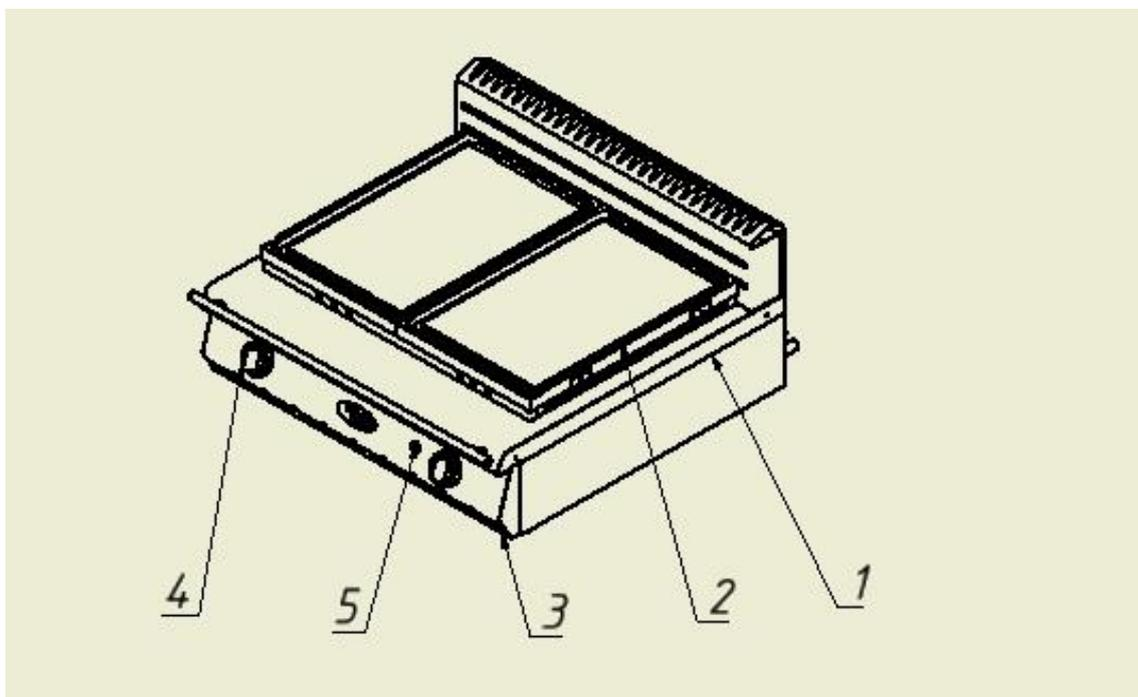
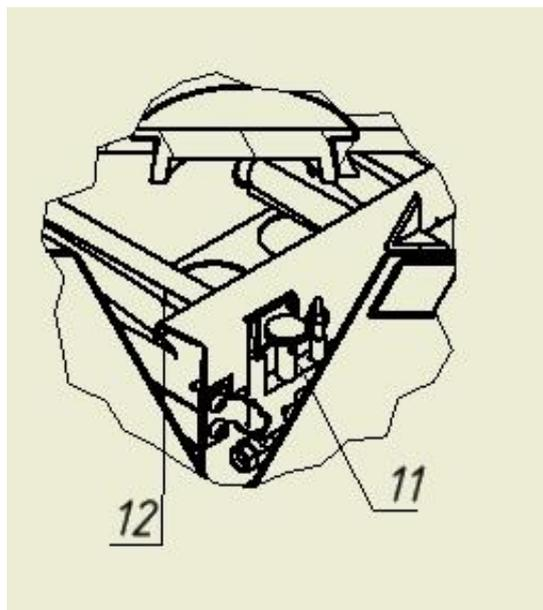
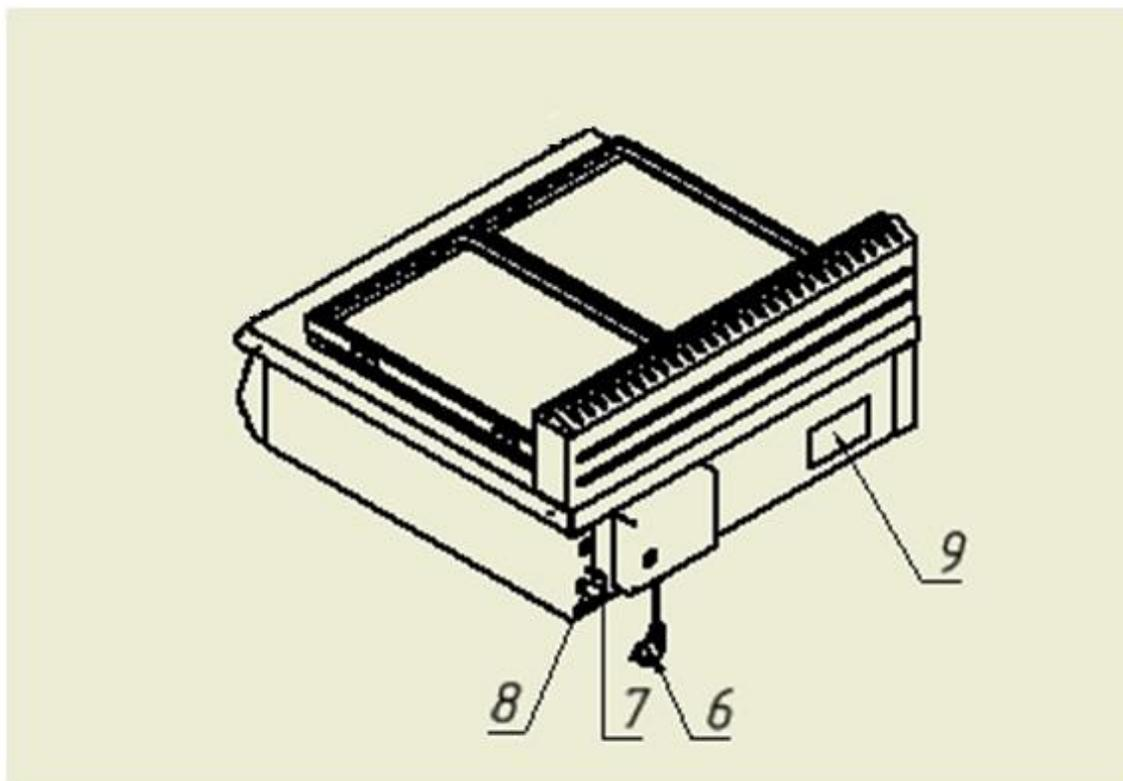
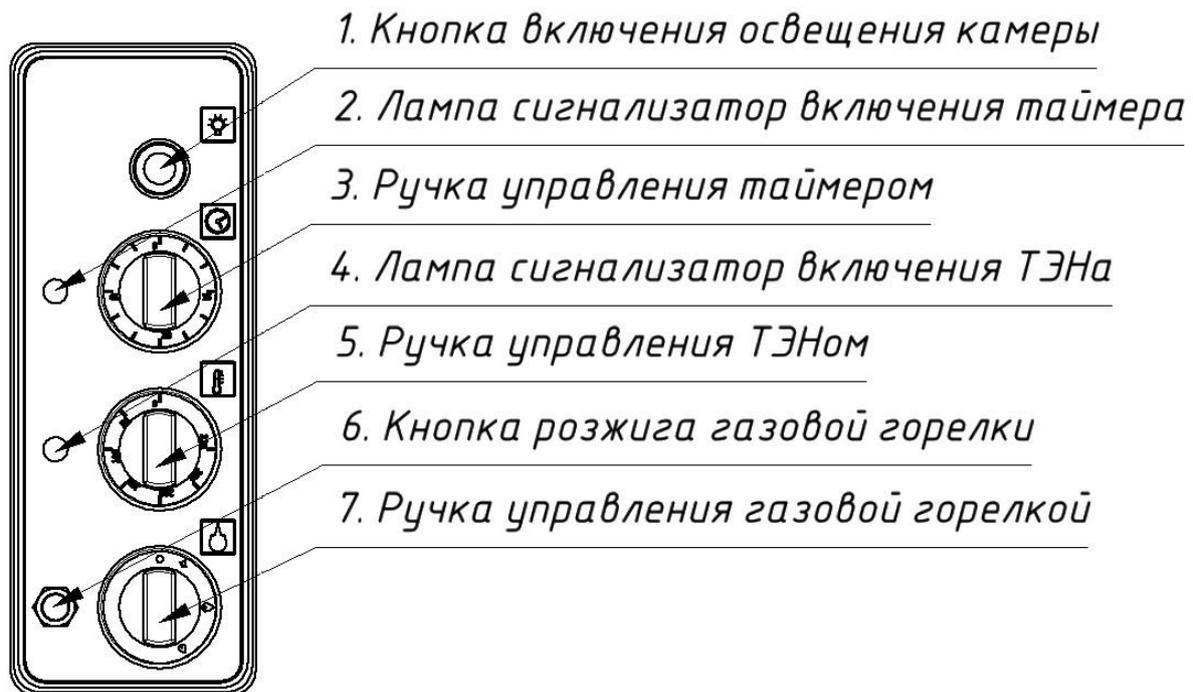

Рис.1
Рис. 2
Рис. 3
Рисунок 4 – Панель управления комбинированной духовки
- 5.2. Основные части поверхности газовой указаны на рис.1,рис.2, рис.3 и перечислены в таблице.1..
Нижний модуль представляет собой конструкцию коробчатой формы, в которую вмонтирована духовка. На духовке с правой стороны расположена панель управления (рис.4), где расположены ручки управления верхним ТЭНом, газовой горелкой, включения таймера и кнопка включения освещения камеры. 5.3. Панель управления комбинированной духовки с элементами управления показана на рис. 3.
- 8.8. Перед приготовлением пищи духовку необходимо прогреть. Включение верхнего ТЭНа и нижней газовой горелки духовой камеры производится двумя соответствующими ручками (см.рис.4) расположенными на панели управления духовкой.
- 8.9. Включение нижней газовой горелки производится при открытой двери духовки. Нажать кнопку розжига (рис. 4), не отпуская ее, нажать и повернуть против часовой стрелки ручку крана нижней горелки на наибольшее значение, удерживать ее нажатой не менее 20-30 сек, для включения в работу термопары газового крана. Визуальный контроль розжига горелки осуществляется через отверстия в дне. Если пламя погасло необходимо повторить цикл розжига. Для того чтобы установить необходимую температуру в камере надо повернуть ручку **без нажима** до нужной отметки. Контроль температуры осуществляется по термометру. В минимальном положении (~110°C) ручка фиксируется. Для выхода из этого режима работы ручку **с нажимом** повернуть против часовой стрелки до необходимого значения. Для отключения горелки ручку газового крана повернуть **с нажимом** по часовой стрелке до упора (положение «0»).